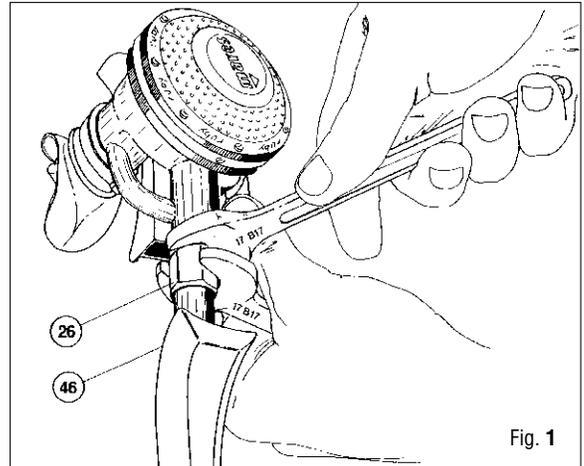
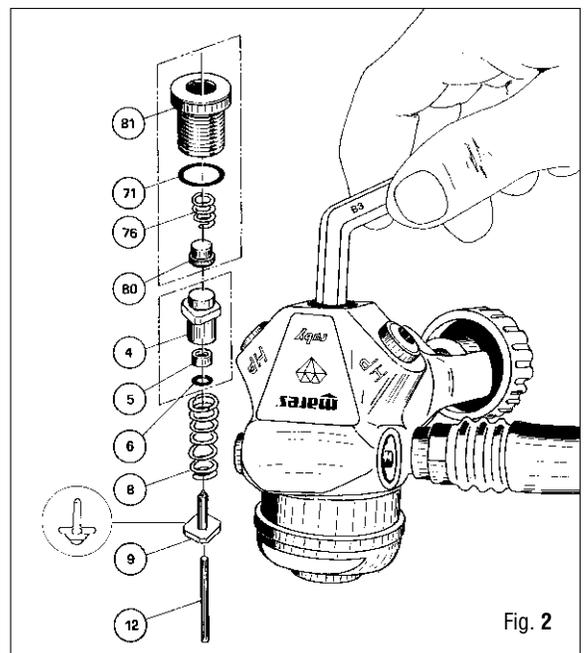

Fig. 1
Fig. 2
2. Quitar la protección de la tuerca de regulación (70).
3. Quitar la tuerca de regulación (18) con la llave (B-13) y quitar el muelle prensa-membrana (16). (Fig 1)
4. Quitar la tuerca de bloqueo (17) con la llave (B-2) y el disco de apoyo del muelle (15). (Fig. 1)
6. Lubricar ambos lados del disco con aceite a la silicona suministrado en el kit CWD y colocar el disco (15) en la membrana.
7. Lubricar ligeramente el borde de la tuerca de bloqueo (17) con aceite a la silicona suministrado en el kit CWD y atornillarlo en el cuerpo de la primera etapa hasta que quede fijado correctamente (Aprox.25 ft/lb.34 N/m).
8. Lubricar el muelle de la membrana (16) con aceite a la silicona suministrado en el kit CWD y colocarlo en el disco de apoyo del muelle.
9. En las primeras etapas que no son DFC **MR12 Beta** y **MR12 III** posicionar la tuerca (18) sobre el muelle de la membrana. Con la herramienta (B-13) apretar la tuerca hasta que quede debajo del lado interno de la tuerca de bloqueo. Sustituir la tuerca de regulación (18) con la que se ha suministrado en el kit CWD en los reguladores **MR12 NAVY** y en todos los **MR 12 DFC**. Colocar la tuerca de regulación (18) sobre el muelle de la membrana. Utilizando la herramienta (B-13) apretar la tuerca de regulación (18) hasta que se queda precisamente debajo del lado interno de la tuerca de bloqueo.
19. Conectar la primera etapa a una botella llena (2600-3000 psi) (Ver Fig. 2).
29. Instale la membrana (58) con el margen dirigido hacia arriba (ver Fig. 1).
30. Instale la virola CWD (59) y apriete con la herramienta suministrada en el kit CWD. El extremo inferior de la virola debe tocar la tuerca de regulación.
1. Desplazar el cubremanguito (46) y desatornillar el manguito (26) de la Segunda Etapa, usando dos llaves (B17). (Fig. 1)
3. Quitar del tapón de cierre, el O ring (71), el cabezal de tracción (80) y el muelle (76).
4. Extraer del cuerpo de la Primera Etapa (1), la cámara HP completa (4-5-6), el muelle (8), la válvula de la Primera Etapa (9) y el vástago (12). (Fig. 2)
5. Quitar el O Ring (6) de la cámara HP.